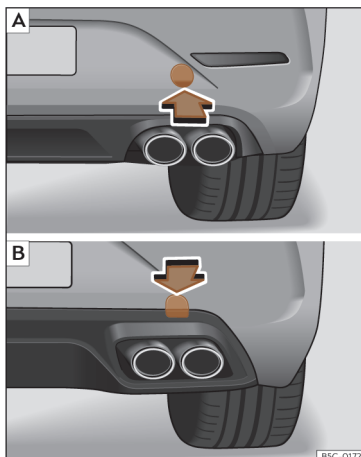

Fig. 209 Du côté droit du pare-chocs arrière : retirer le cache. [A] Leon Sportstourer ; [B] Leon.
Le logement de l'œillet de remorquage à visser se trouve sur la partie droite du pare-chocs arrière, derrière un cache >>> **fig. 209**.
- *Leon Sportstourer* : Appuyez sur la partie inférieure du cache >>> **fig. 209 [A]** afin de le dégager.
- *Leon* : Appuyez sur la partie supérieure du cache >>> **fig. 209 [B]** afin de le dégager.
- Vissez l'œillet de remorquage dans le logement en le faisant tourner au maximum **dans le sens inverse des aiguilles d'une montre** >>> **fig. 209**, >>> **fig. 209**. Utilisez un objet approprié pour visser fermement et entièrement l'œillet de remorquage dans son logement.